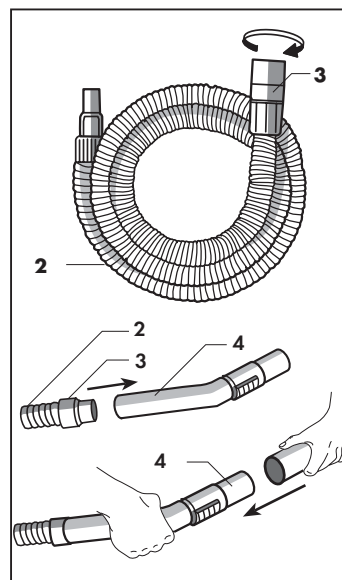

Fig. 8
Pour accoupler les différents composants, il suffit d'introduire le raccord (3) du tube flexible (2) dans la poignée (4) et d'introduire la partie femelle de l'accessoire que vous désirez utiliser sur la partie terminale mâle de la poignée (4) (Fig. 8).